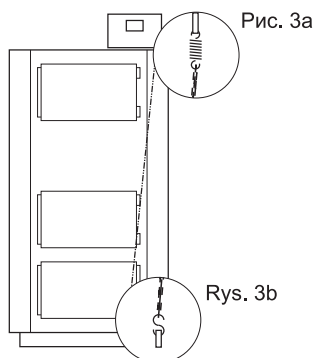
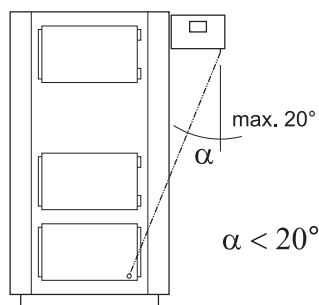
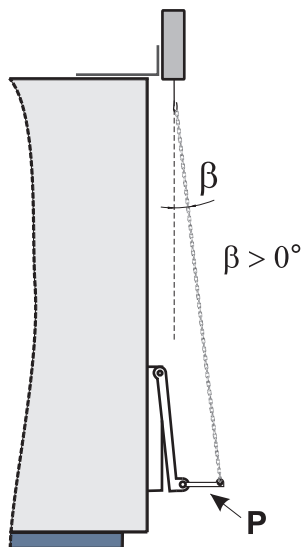

Рис. 3
Рис. 4
Рис. 5
2. Установить регулятор вместе с кронштейном к верхней или боковой стене котла (рис. 3 или рис.4).
- зацепить пружину на крючке, выпирающем из регулятора (рис. 3а);
- к клапану воздуха зацепить крючок в форме буквы “S”, а к нему один конец цепи (рис. 3б);
Если угол β (Рис. 5) слишком мал может привести к увеличению необходимой силы, необходимой для открытия заслонки, и в результате остановка работы двигателя контролера и отображение на экране сообщение "Er" ("Er"). Чтобы это предотвратить и обеспечить надлежащую работу двигателя контролера, необходимо использовать дополнительный рычаг "П" ("P"), установленный на дверце котла. Или вытащить контролер за пределы котла. Рычаг выполняет фирма по установке.
При монтаже регулятора сбоку котла нужно убедиться, чтобы цепь не была отклонена от вертикали более чем на 20° (рис. 4).
3. Проверить углы α и β между цепью и котлом (см. рис. 4, стр. 6 и рис. 5 стр.7). Если отклоняться от предпочтительной может это привести к увеличению силы, необходимой для открытия заслонки и появление символа “Er” (“Er”) на дисплее . Рекомендуется вытащить регулятор за приделы печи, или применить дополнительные рычаги к двери котла.